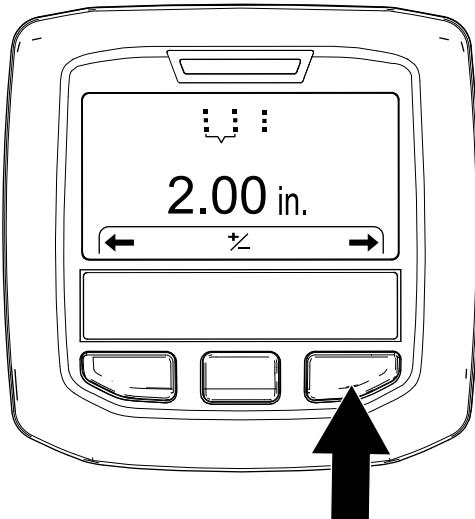

Bild 48
- Drücken Sie die rechte InfoCenter-Taste, um den Bildschirm zum „Einstellen des Lochabstands“ anzuzeigen (Bild 48).
5. Drücken Sie die rechte InfoCenter-Taste, um den Bildschirm zum „Einstellen des Tines-Durchmessers“ anzuzeigen (Bild 48).